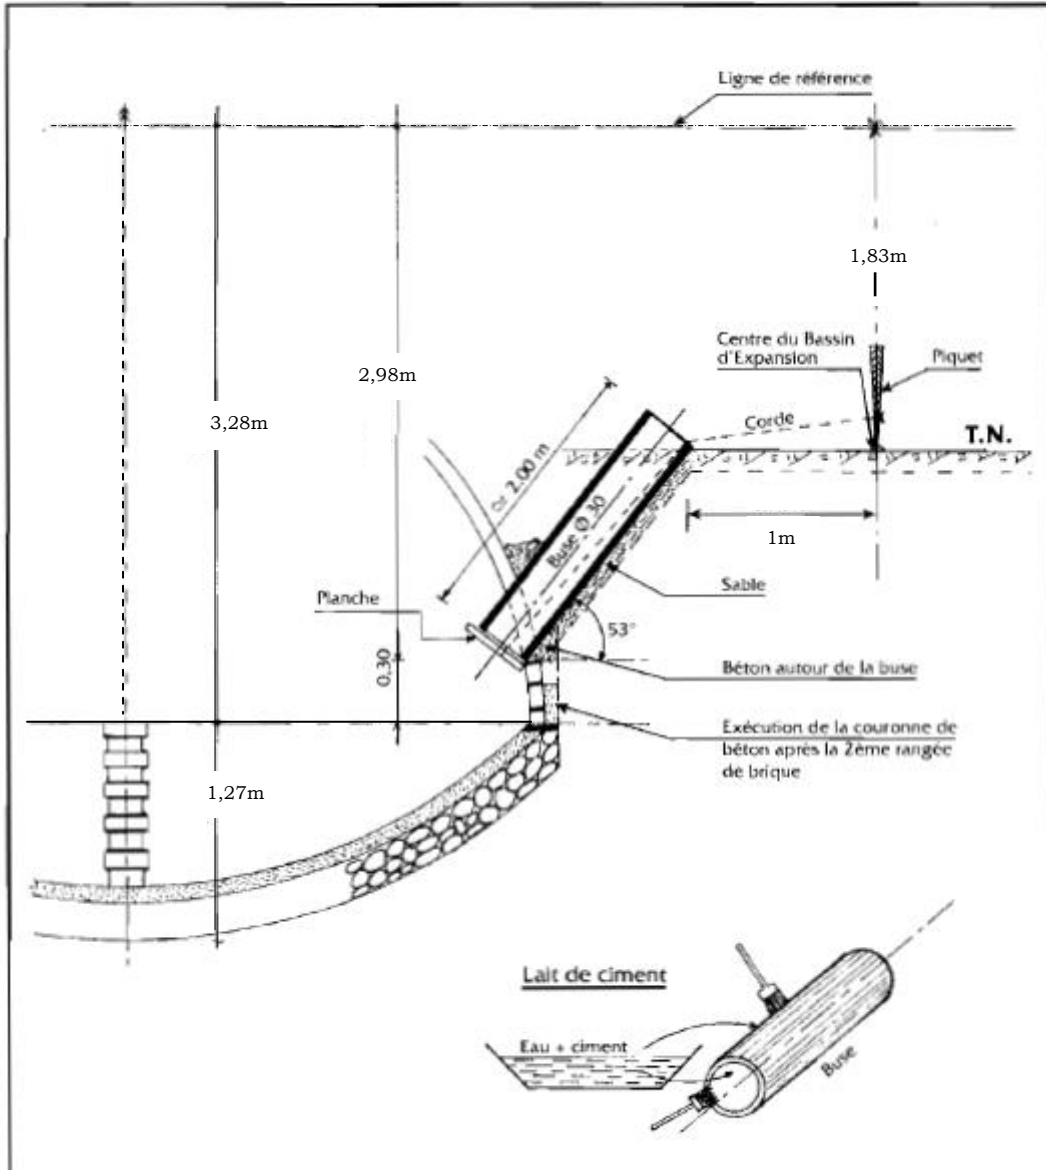

Figure 12 :
5.24/ A partir du centre du bassin d'expansion, tracer un cercle de 1,57 m de rayon. Poser sur ce cercle une couche (5cm) de moellons (hérissonnage). Appliquer une couche de béton de 10 cm d'épaisseur en l'enfonçant bien entre les pierres. FIG.12. La surface du béton est située à 1,68m de la ligne de référence.